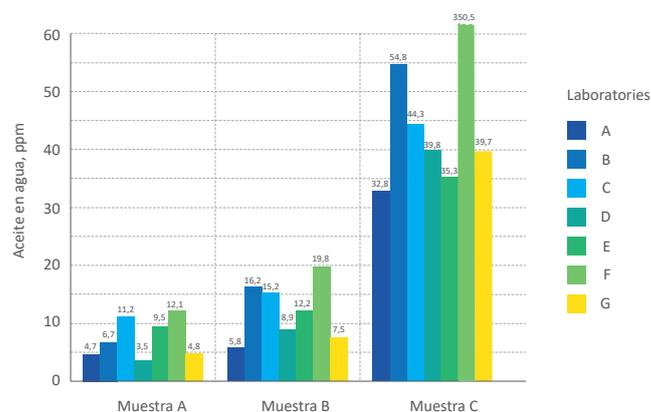

Figura 6. Fiabilidad y Mejoras para la valoración del agua*** usando la técnica de Karl Fischer
6. Además, las muestras de aceite pueden contaminarse al momento de hacer el muestreo o en el laboratorio. Como de todos modos el nivel de humedad es muy bajo en aceite, cualquier contaminación (el simple aire del ambiente) afectará el resultado de las PPM de la muestra. El gráfico (figura 6) muestra los resultados del análisis de PPM de 7 diferentes laboratorios para 3 diferentes muestras de aceite. Es evidente que para el análisis de humedad el margen de error es muy amplio.